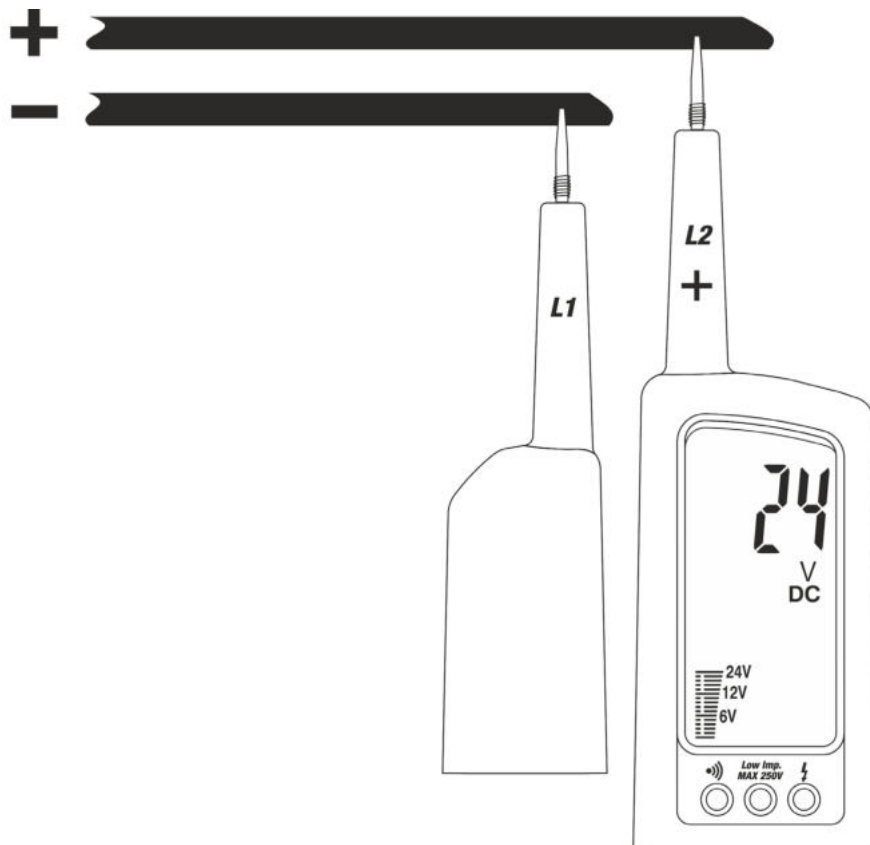

Fig. 2: Medição da Tensões CC
2. Conectar as ponteiros L1 e L2 ao objeto sob teste (ver Fig. 2). A medição é efetuada **apenas quando as ponteiros estão em contacto com condutores ativos**